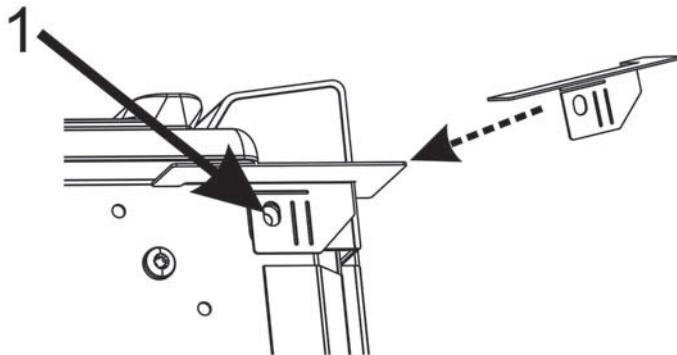

Figura 3: Colocación del protector para esquinas del lado derecho
- Coloque la pieza de esquina derecha según se muestra (consulte la Figura 3: Colocación del protector para esquinas del lado derecho). Alinee el orificio circular del protector para esquinas con el orificio número 1.